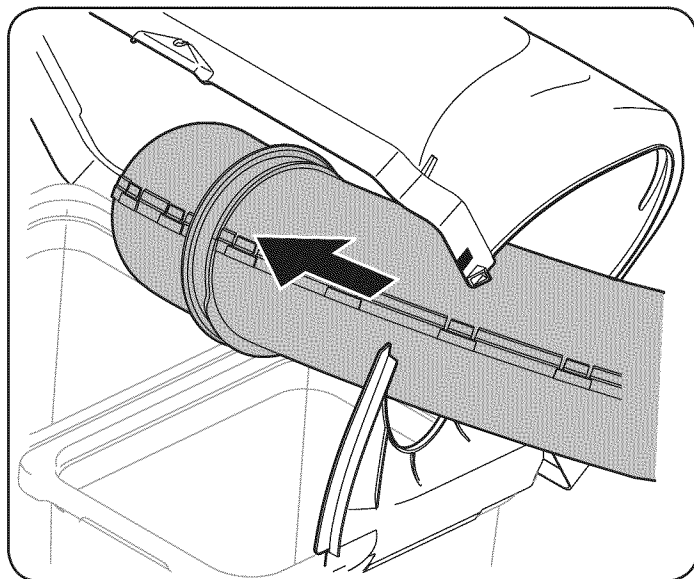

Figure 23
2. Con la tapa del colector de hierba abierto, instale el conducto de descarga superior a través del conducto de descarga, abertura, como se ve en la Figure 23.